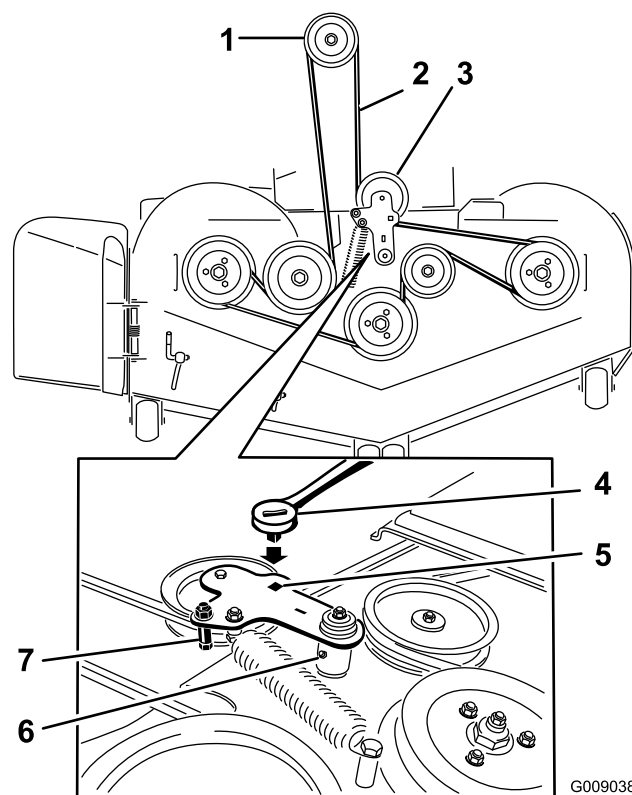

Figure 80
5. Insérez un rochet dans le trou carré du bras de tension pour détendre le ressort de la poulie de tension (Figure 80).
7. Enlevez le guide-courroie situé sur le bras de la poulie de tension rappelé par ressort (Figure 80).
9. Acheminez la courroie neuve autour des poulies du tablier de coupe et de la poulie d'embrayage, sous le moteur (Figure 80).
10. Montez le guide-courroie sur le bras de la poulie tension (Figure 80).
11. Insérez le rochet dans le trou carré et montez le ressort de la poulie de tension (Figure 80).